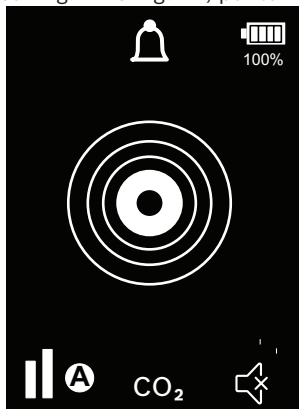

Fig. 11: Indicazione di allarme con audio silenziato (visualizzata in modalità automatica)
- ! Con l'allarme silenziato, quando viene rilevato il refrigerante (CO₂), compare un'icona a forma di campana e il relativo indicatore della dimensione della perdita (vedi Fig. 11 e Fig. 12; punto 12c).